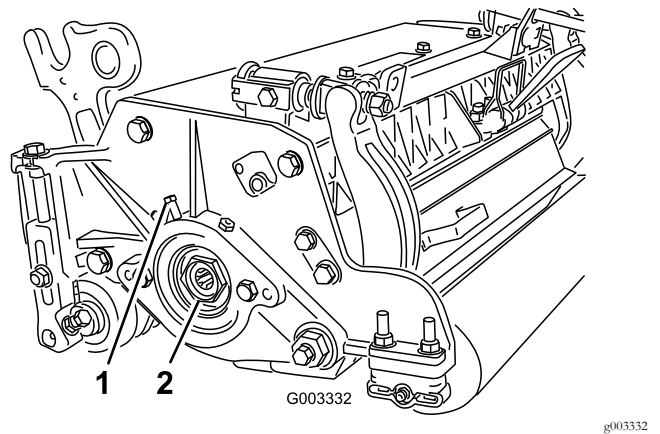

图28
A. 松开将轴承调节螺母固定至滚刀组左侧轴承座上的外部固定螺丝 图28。